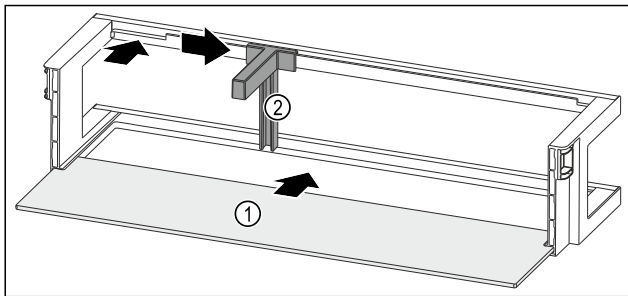

Fig. 89 Vratna polica z odlagalno polico
- ▶ Odlagalno polico Fig. 89 (1) vstavite v stranske utore.
- ▶ Vstavite držalo za steklenice Fig. 89 (2) v odprtino.
- ▶ Držalo za steklenice Fig. 89 (2) potisnite na stran do železnega položaja.